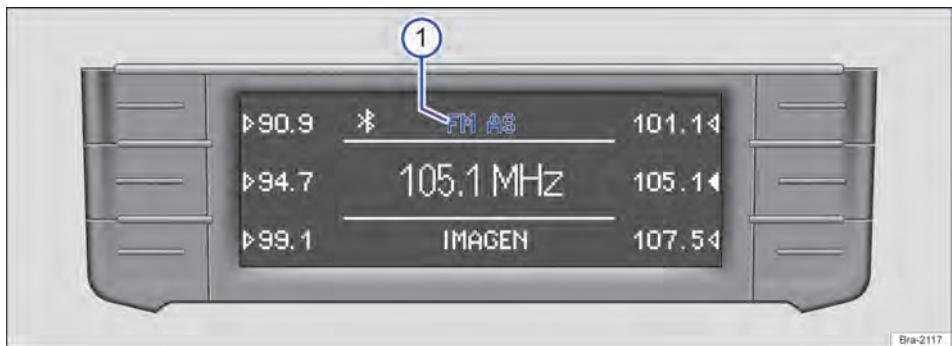

Fig. 131 Menu principal RADIO: são exibidas as faixas de frequências e os níveis de memória.
A faixa de frequências atualmente selecionada é exibida acima da exibição da estação → Fig. 131 ①.